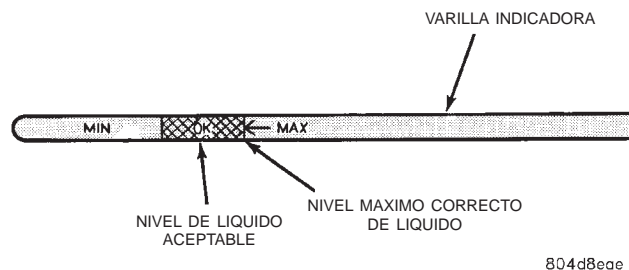

Fig. 13 Marcas de nivel de líquido en la varilla indicadora—Características
(1) Para que la verificación del nivel de líquido sea exacta, el líquido de transmisión debe estar a temperatura de funcionamiento normal. Si fuera necesario, conduzca el vehículo para llevar el líquido a la temperatura normal de funcionamiento en caliente que debe ser de 82°C (180°F).
(2) Emplace el vehículo sobre una superficie nivelada.
(3) Arranque y haga funcionar el motor a velocidad de ralenti moderado.
(4) Aplique los frenos de estacionamiento.
(5) Desplace momentáneamente la transmisión en todas las escalas de cambios. Vuelva luego a la posición de punto muerto.
(6) Limpie la parte superior del tubo de llenado y la varilla indicadora para evitar la entrada de suciedad al tubo.
(7) Retire la varilla indicadora (Fig. 13) y verifique el nivel de líquido de la siguiente forma: